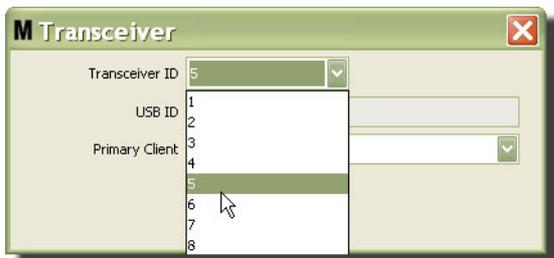

ABB. 64
4. Wenn Sie die Sendeempfänger-ID ändern möchten, klicken Sie auf den Pfeil, um das Dropdown-Menü anzuzeigen. Wählen Sie aus dem Dropdown-Menü eine Sendeempfänger-ID-Nummer aus (ABB. 64). Klicken Sie auf „OK“, um das Fenster zu schließen und die Änderungen zu speichern.